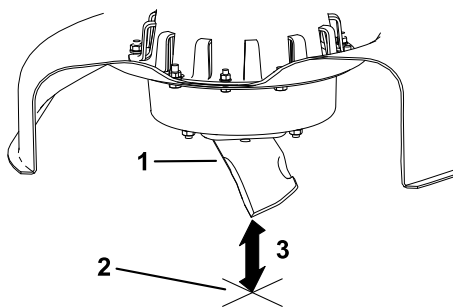

Bild 30
3. Messen Sie von der Messerspitze bis zu ebenen Fläche (Bild 30).